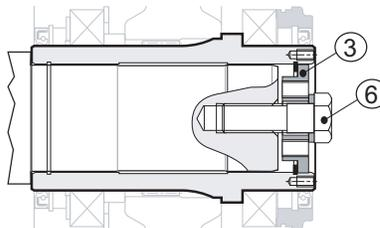

Fig. 13
Sostituire la barra (pos. 4) con la vite (pos. 6), serrandola a fondo, applicando una forza come da Tabella 4: Coppie di serraggio (pag. 19), utilizzando inoltre un frenafletti medio; (vedi Fig. 13 (pag. 25)).